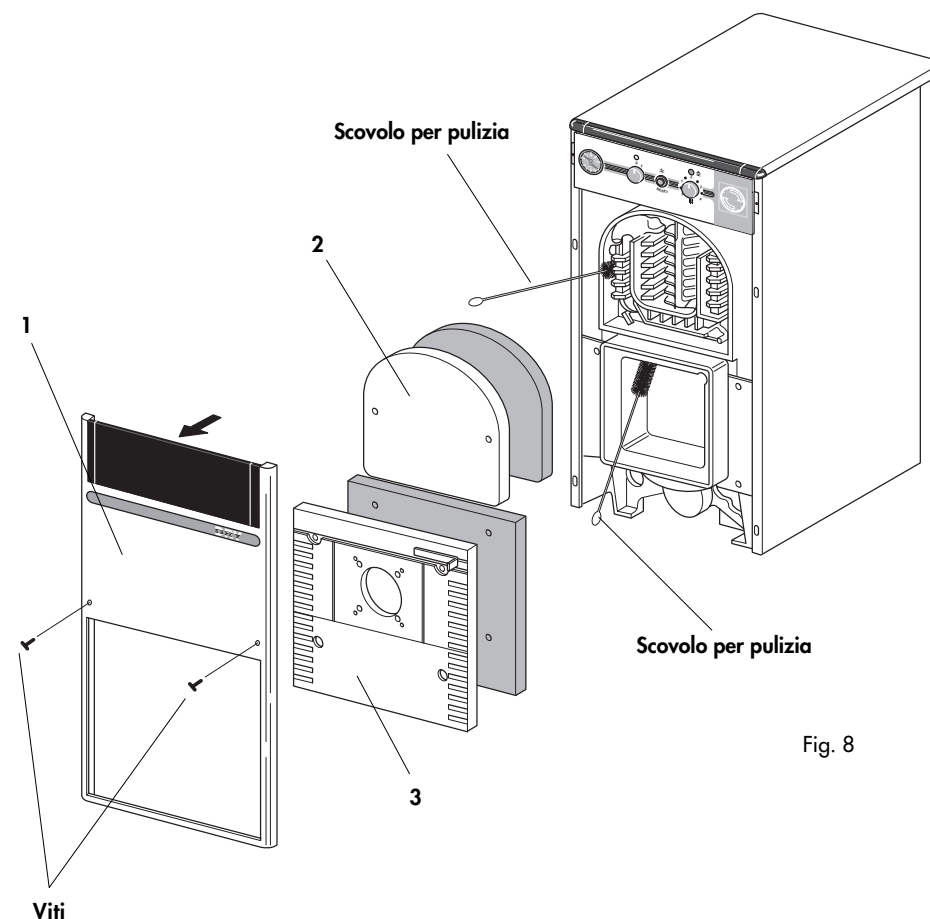

Fig. 8
- togliere i pannelli 1,2 e 3 (Fig. 8);